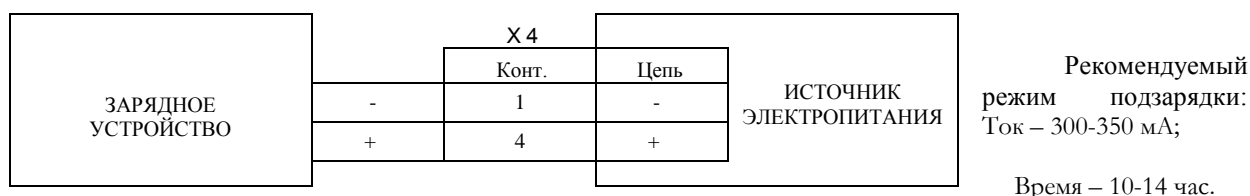

Рис. 3
9.2 **Внимание!** Подзарядку источника электропитания проводить во взрывобезопасном помещении. Схема подключения приведена на рис.3.